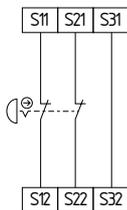

Fig. 14
**Circuito per arresto di emergenza a due canali con dispositivi di comando secondo DIN EN ISO 13850 (EN 418) e EN 60947-5-5 (vedere Fig. 14)**